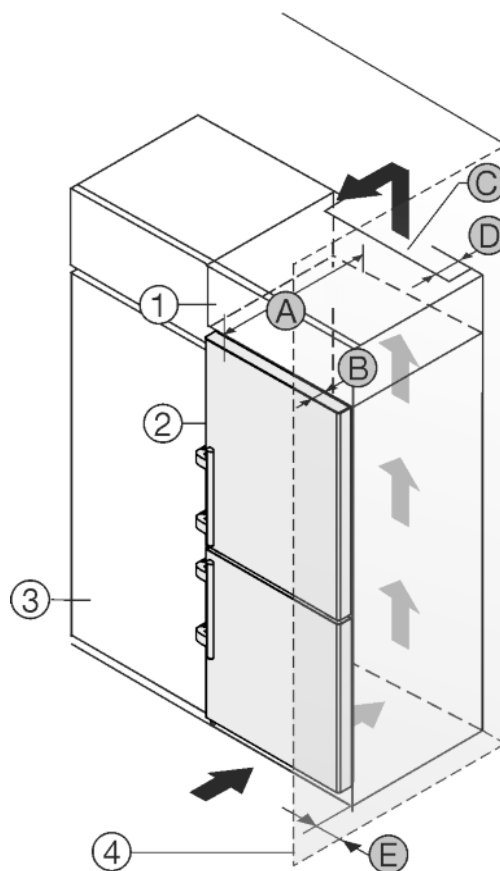

Fig. 26
Urządzenie może zostać obudowane szafkami kuchennymi. Aby dopasować urządzenie *Fig. 26 (2)* do wysokości ciągu szafek kuchennych, można nad urządzeniem umieścić szafkę nasadzaną *Fig. 26 (1)*.
Urządzenie można ustawić bezpośrednio obok szafki kuchennej *Fig. 26 (3)*. By móc całkowicie otworzyć drzwi, urządzenie musi wystawać przynajmniej o głębokość *Fig. 26 (B)* za front szafki kuchennej. W zależności od głębokości szafek kuchennych oraz od zastosowania elementów dystansowych urządzenie może wystawać jeszcze bardziej.
- Na tylnej ścianie szafki nasadzonej wymagany jest wywiewny kanał wentylacyjny o głębokości *Fig. 26 (D)* na całej szerokości szafki.
- Pod sufitem pomieszczenia należy zachować przekrój odpowietrzający *Fig. 26 (C)*.
Jeżeli urządzenie będzie ustawiane z zawiasami do ściany *Fig. 26 (4)*, to pomiędzy urządzeniem i ścianą należy zachować odstęp *Fig. 26 (E)*. Na taką odległość wystaje klamka przy otwartych drzwiach.